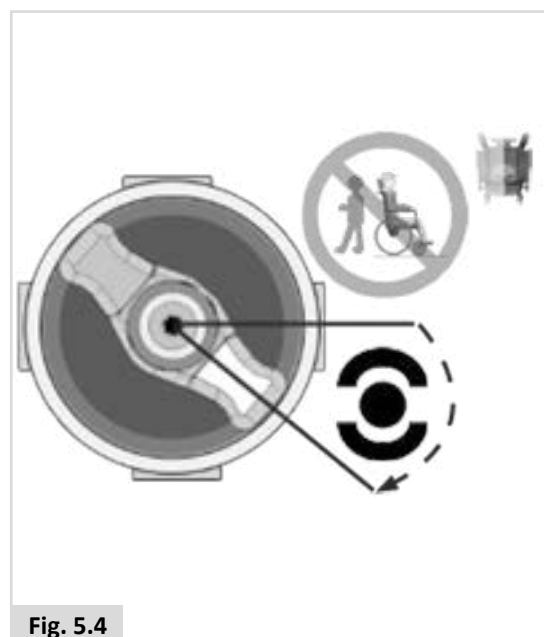
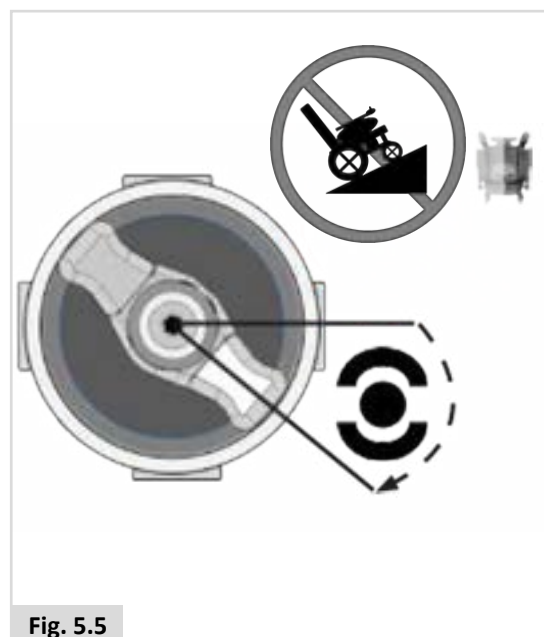

Fig. 5.4
Fig. 5.5
2. For å koble fra motorene. (Fig. 5.4 - Fig. 5.5).